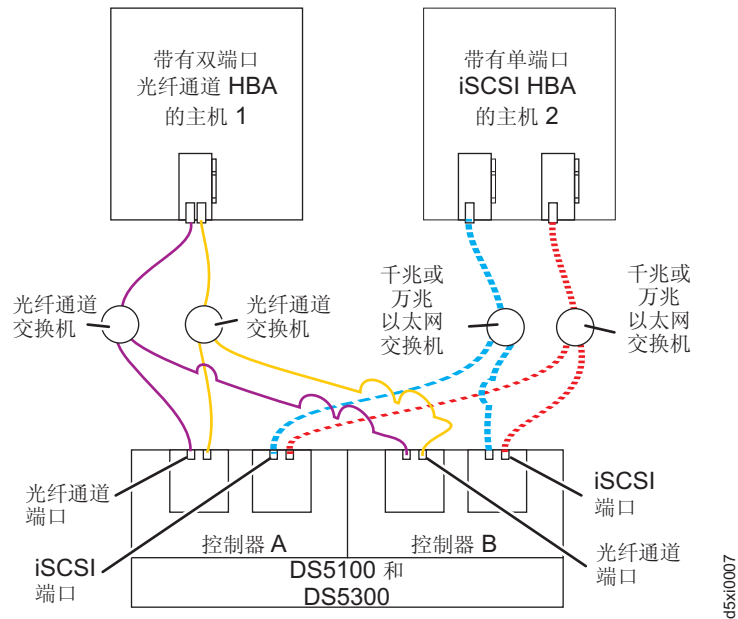

图 100. 多主机、多端口、多交换机配置的示例
- 多主机、多端口、多交换机配置，如第 139 页的图 100 中所示
第 139 页的图 100 显示了多主机、多端口、多交换机配置的示例。